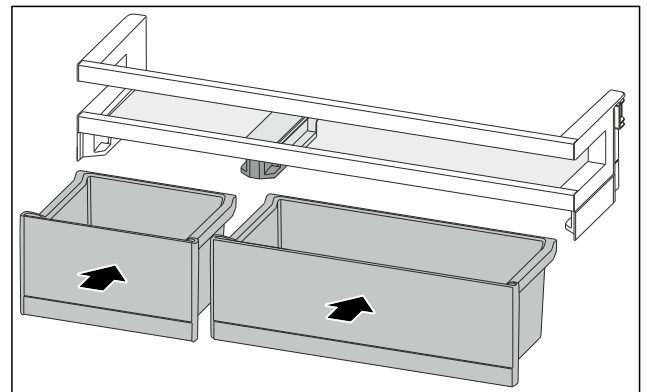

Fig. 174
- VarioBoxen in getauschter Anordnung einsetzen. (siehe Fig. 174)